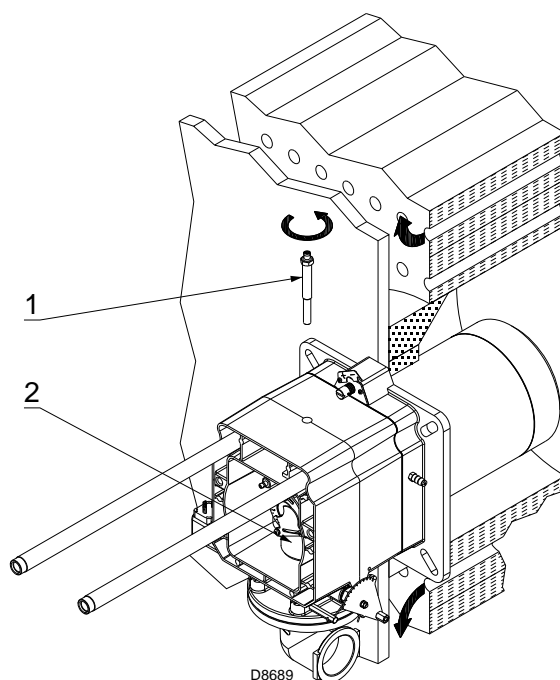

图 13
- 拆下螺丝 1)( 图 13)；
- 取出燃烧头内部部件 2)( 图 13) 进行校准。
安装进行到这一步，已将燃烧头固定到锅炉上，如图 13 所示。